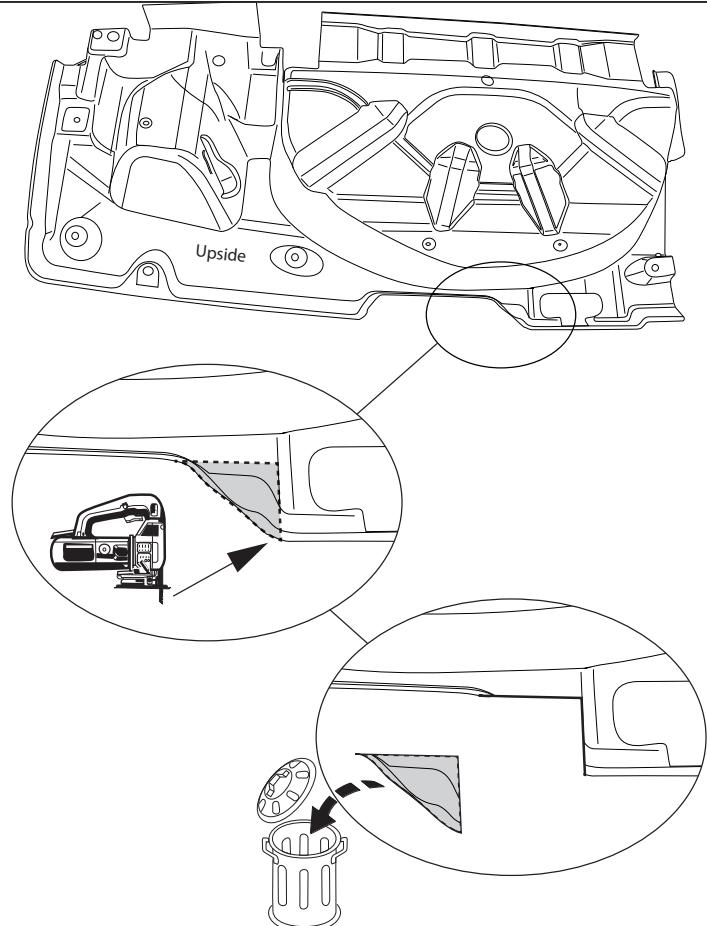

Fig.5
**Для автомобилей T6; 2015->:** Выпилить часть из пластмассового защитного колпака в середине снизу, как указано на рис. 5.